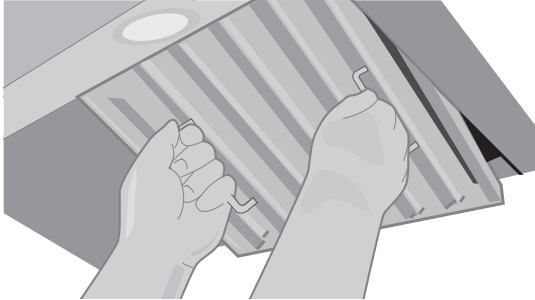

Figure 9
- Inclinez et insérez une extrémité d'un des filtres dans le montant supérieur de la hotte de cuisine (voir la figure 9).